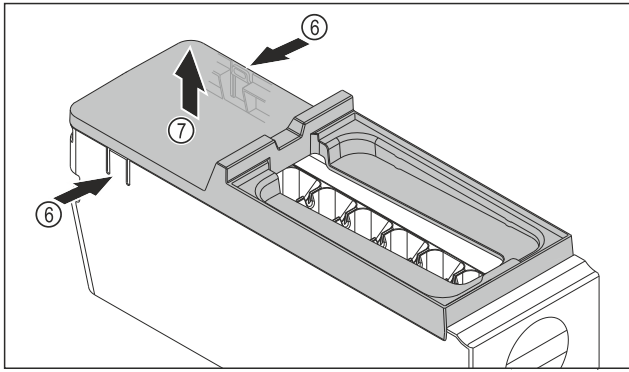

Fig. 132
- ▶ Изваждане на капака на корпуса на EasyTwist-Ice: Натиснете езичетата Fig. 132 (6) от двете страни на корпуса на EasyTwist-Ice с една ръка.
- ▶ С другата ръка извадете капака Fig. 132 (7) нагоре.